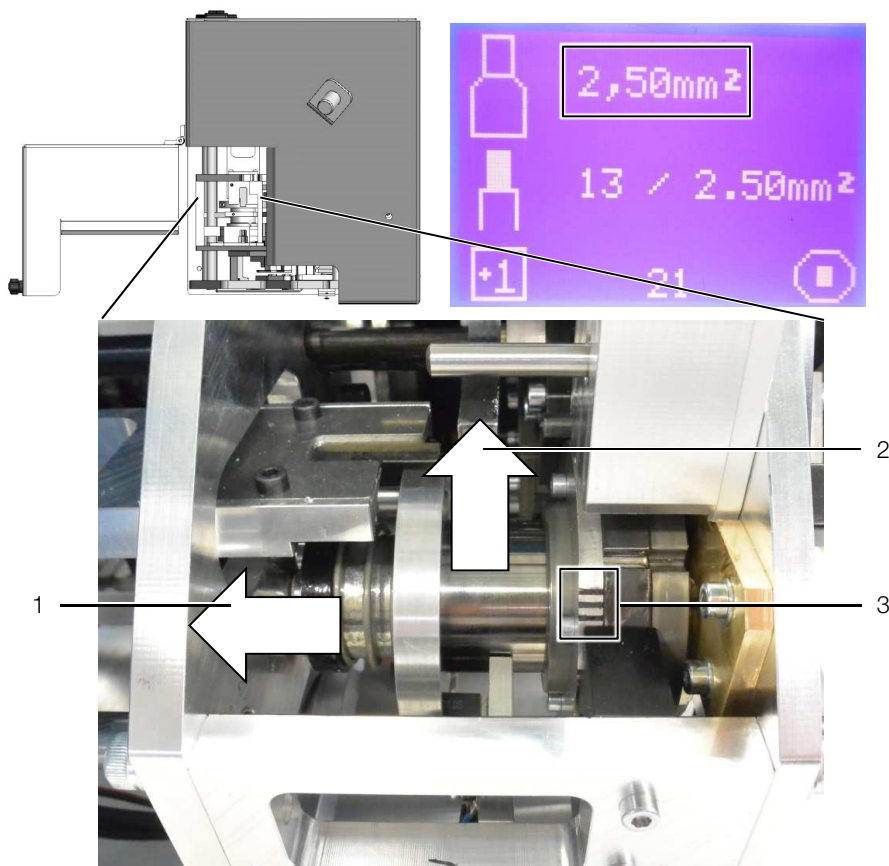

Fig. 8 : régler la taille de la matrice
- Pousser le tambour vers l'arrière (cf. fig. 8, pos. 1) et le tourner (cf. fig. 8, pos. 2) jusqu'à la taille souhaitée de la matrice.
La position actuelle est indiquée par les traits (cf. fig. 8, pos. 3).